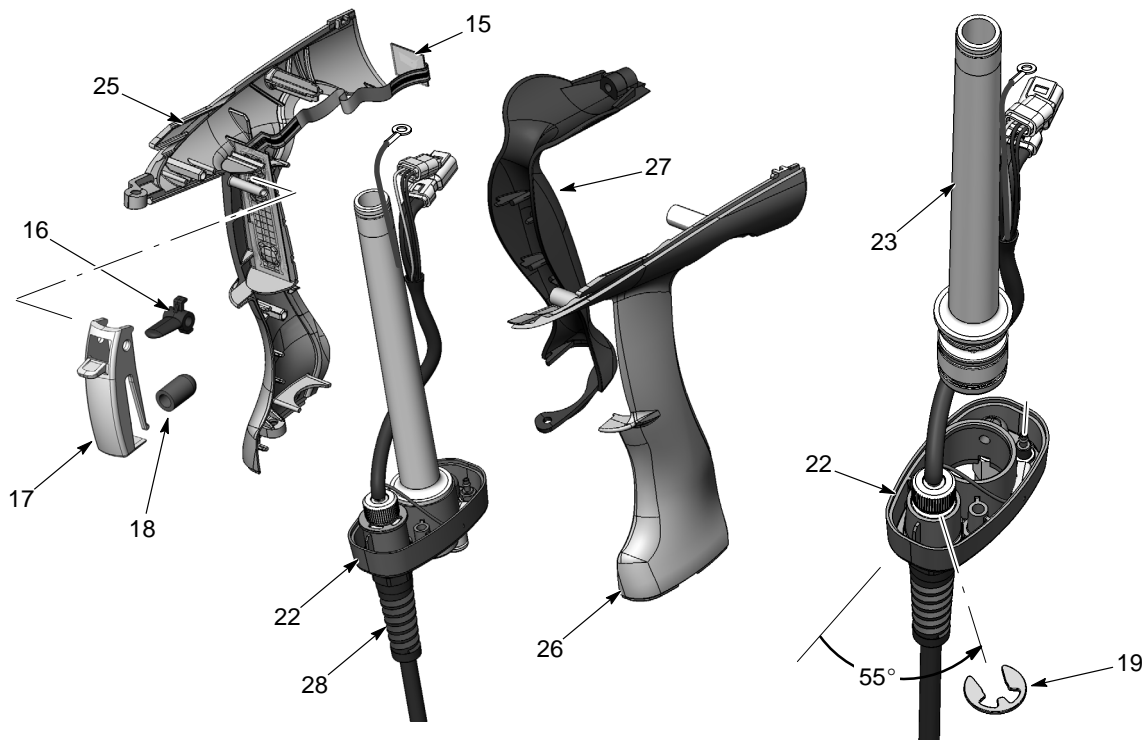
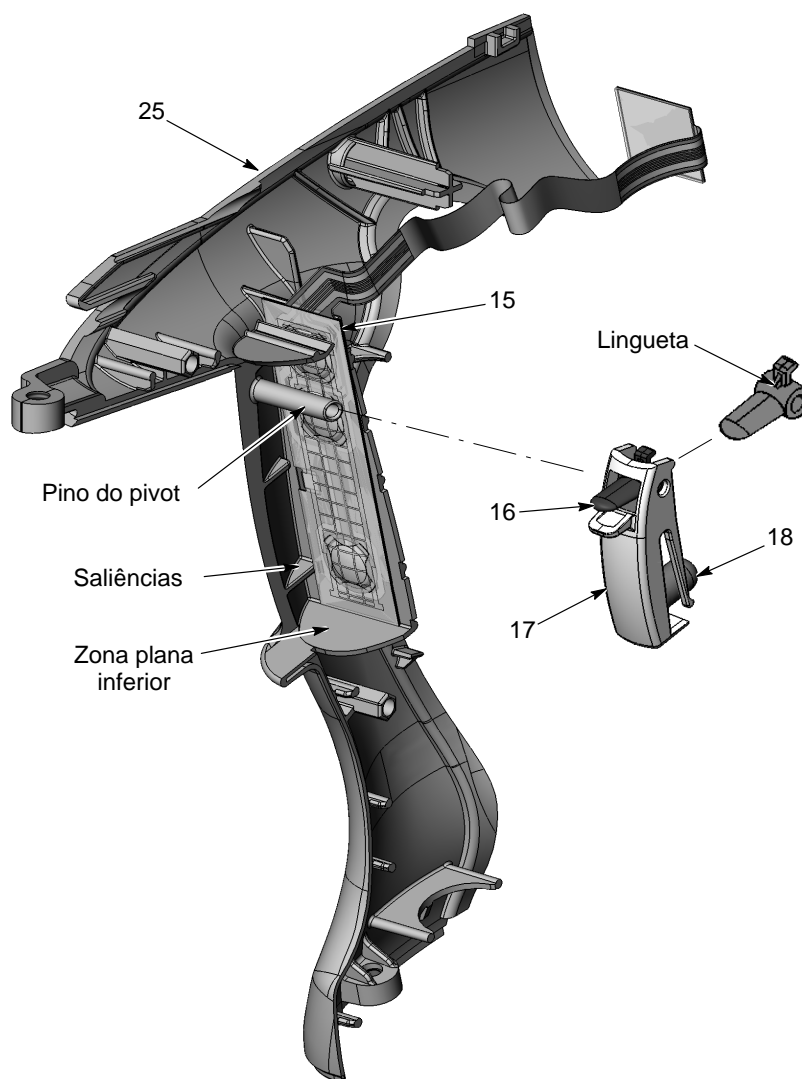

Figura 5-9 Conclusão da desmontagem da pistola
Figura 5-10 Interruptor do gatilho e suporte do gatilho
13. Consulte a figura 5-9. Separe o punho direito do esquerdo (25, 26).
1. Consulte a figura 5-9. Introduza o cabo (28) através da base do punho (22) e fixe-o à base com um freio (19). Posicione o freio de acordo com o ângulo mostrado.
2. Monte o tubo de entrada com juntas tóricas montadas (23) na base do punho (22).
3. Consulte a figura 5-10. Se o interruptor do gatilho (15) tiver sido retirado, monte-o na zona lisa de montagem da metade direita do punho (25), contra as saliências e a zona lisa inferior. Carregue firmemente no interruptor para o fixar no seu lugar.
4. Monte o actuador (18) na bossa do gatilho principal (17). Note a orientação da lingueta do gatilho de ajustes (16), depois introduza-a no gatilho principal. Alinhe os furos do pivot nos gatilhos e depois enfie os gatilhos no pino do pivot dos gatilhos, situado na parte direita do punho.